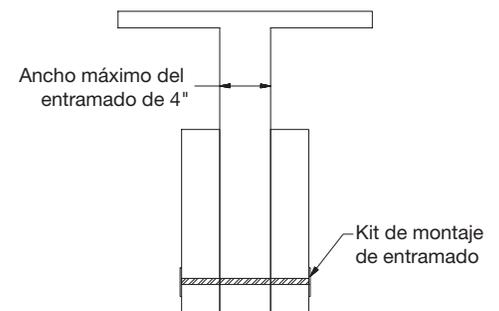

ilustración 7.2
- Las redes/apuntalamientos del entramado no pueden tener más de 4" (dimensión máxima de la brecha de aire entre los plafones que permitirá el Kit de sujeción de entramado) (*ilustración 7.2*).